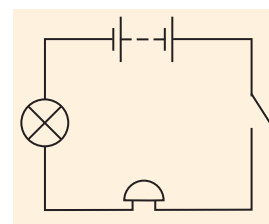

Fig. 2
2. În fig. 2 este reprezentată schema unui circuit electric. Copiați schema în caiet și arătați pe ea, unde trebuie conectat voltmetrul, pentru a măsura tensiunea pe bec.